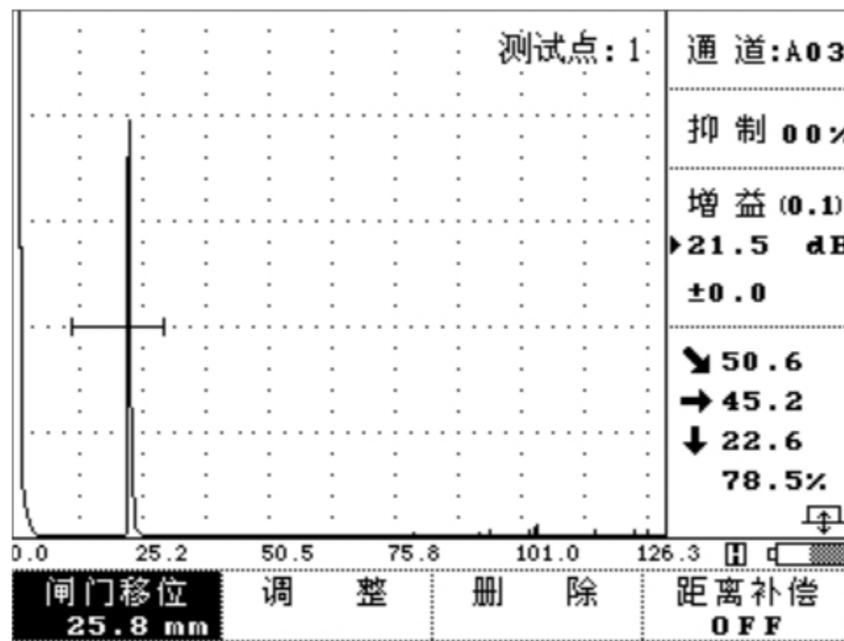

图 3-6-3
- ① 在曲线制作子功能菜单中，按 **制作** 相对应的  键或单击旋钮，此时该栏反显，同时滚出一个提示信息：**请用闸门锁定测试点！** 信息消失后 **制作** 变为 **闸门移位**，（此时按其对应的  键或单击旋钮可对 **闸门移位** 和 **范围** 两种功能进行切换便于曲线制作中调节闸门位置和范围的选择。）在回波显示区的右上角显示当前的测试点。且测试点后面的数闪动。如图 3-6-3 所示。（注意：在制作曲线时，是单闸门操作，闸门不能上下移动，只能左右平移）下面我们就用 CSK—IIIA 试块来制作 DAC 曲线。（注 AVG 曲线制作方法与 DAC 曲线制作方法相同，选择相应的探头及试块即可）
- ② 选择测试点：